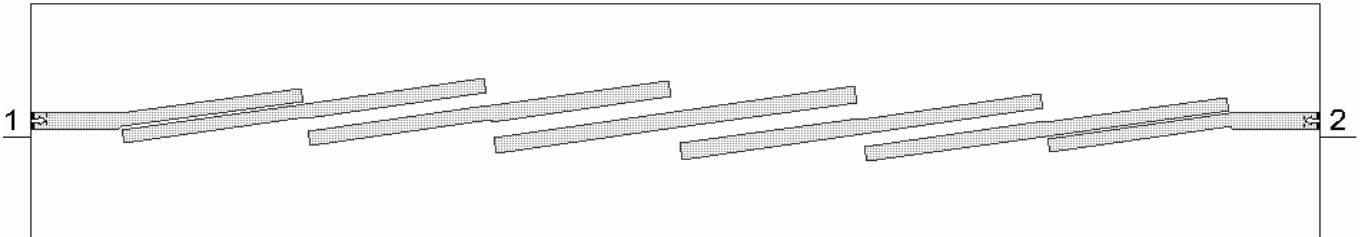

Рис. 15
8. Установите порты на входе и выходе электромагнитной структуры порты и сдвиньте их референсные плоскости на 0.5 мм внутрь электромагнитной структуры. Созданная электромагнитная структура показана на рис. 15.